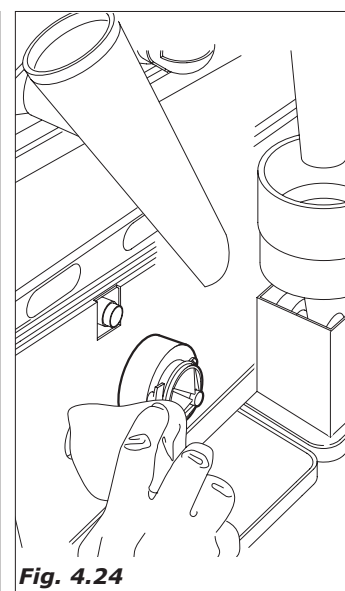

Fig. 4.24
- Con un panno imbevuto della soluzione pulire anche le basi dei frullatori (Fig.4.24).